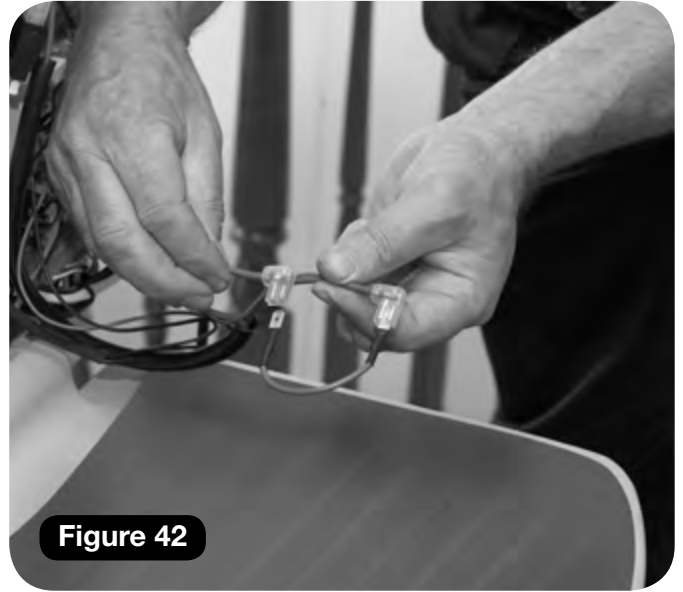

Figure 42
- b Lien de 2,5 mm (batterie – réf 181001.52036) sur les fils volants de batterie – lien rouge (**Figure 42**).